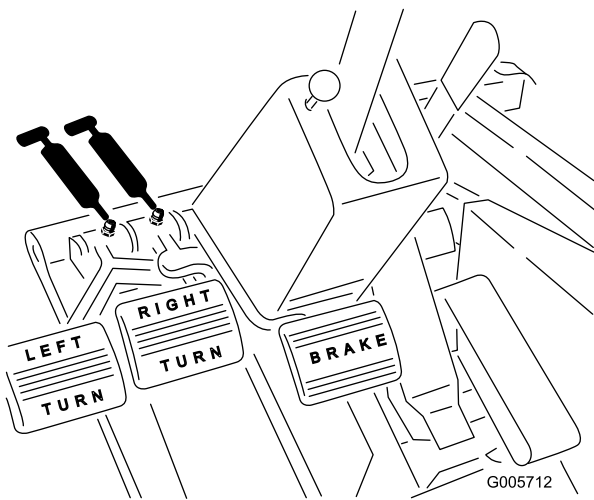

Figura 38
- Casquillos de pivote de los frenos (Figura 38)